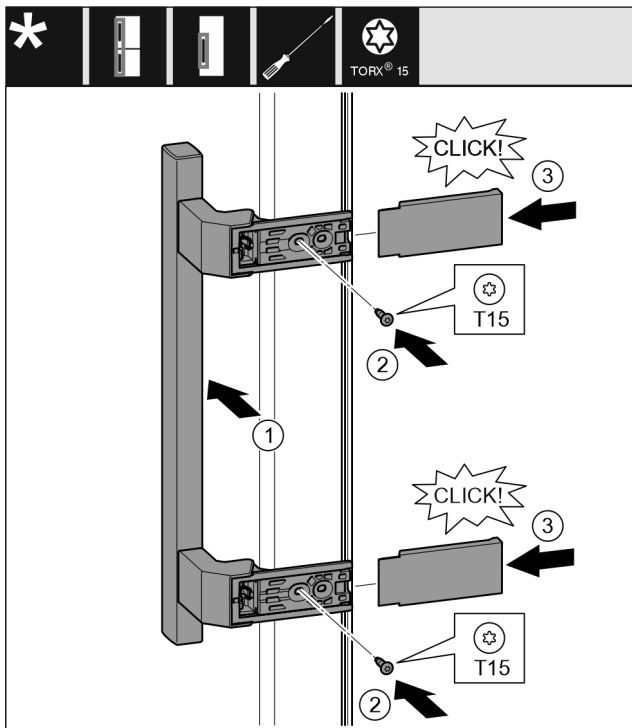

Fig. 11
- ▶ Applicare la maniglia sul lato opposto. Fig. 11 (1)
- ▶ Avvitare le viti con un cacciavite T15. Fig. 11 (2)
- ▶ Applicare le coperture lateralmente e spingerle in sede. Fig. 11 (3)